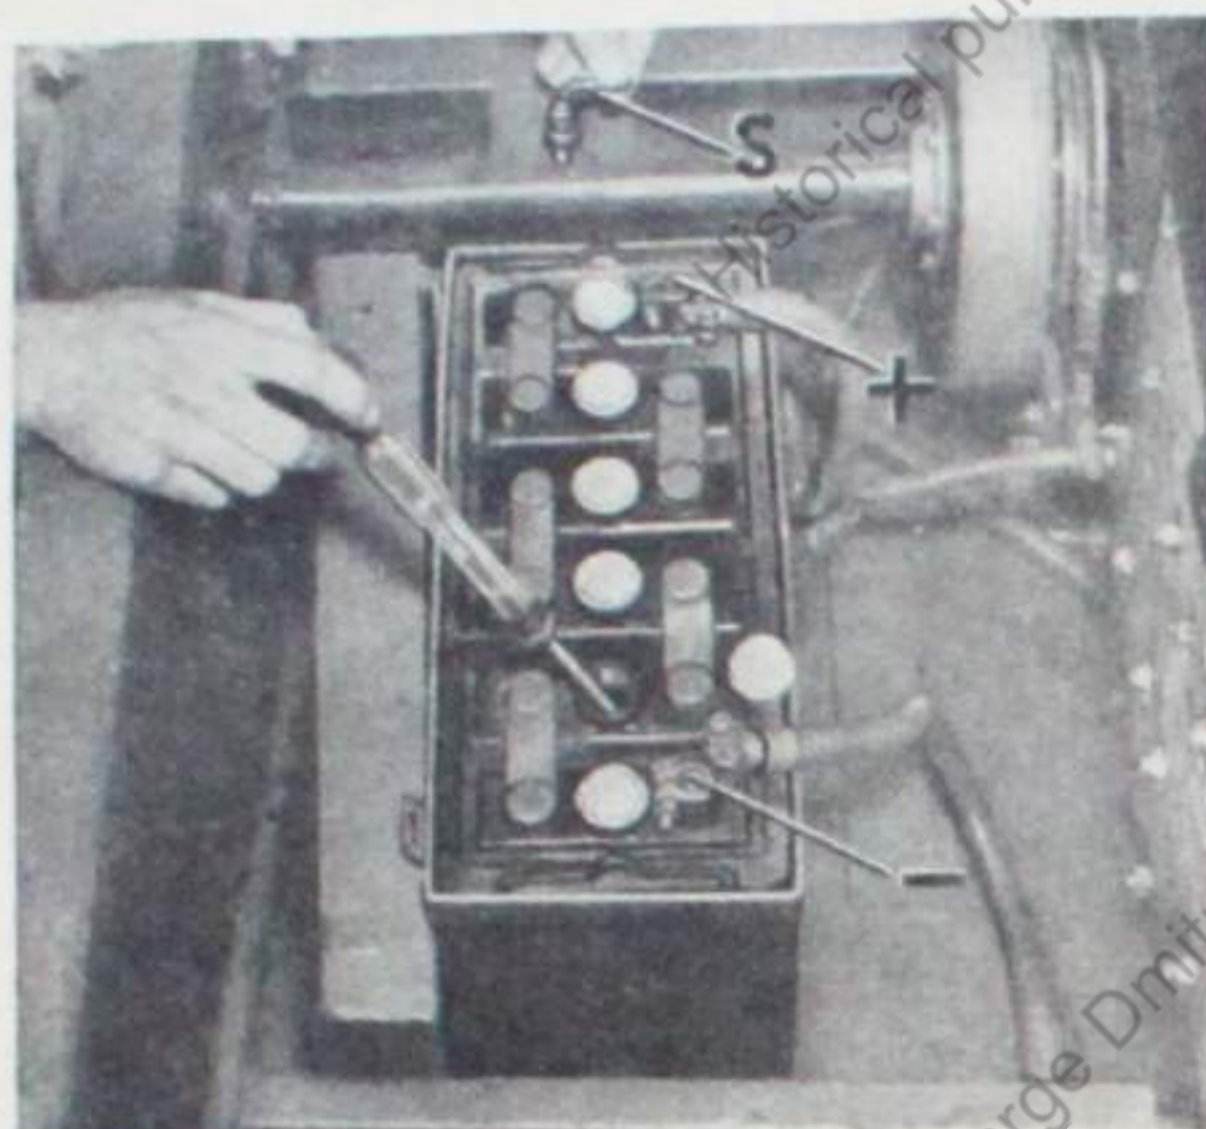

Bild 31
- 3. Bei **allen Arbeiten** an der elektrischen Anlage zunächst den **Sammlerhauptschalter ausschalten** (S im Bild 31) oder die Masseleitung (Minusleitung) lösen.